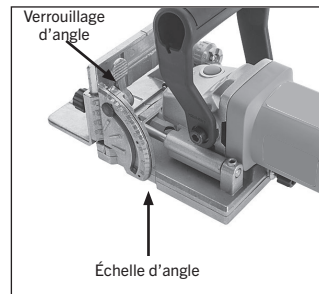

Figure 12. Emplacement des composantes de réglage de l'angle de coupe.
1. Dégagez le verrouillage d'angle (voir figure 12).